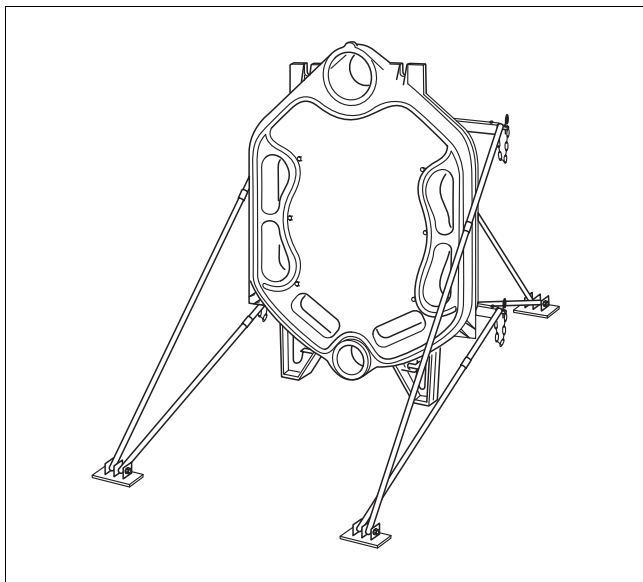

Fig. 7 *Elemento posteriore con set di montaggio montato*
- ▶ Fissare gli elementi della caldaia con lo strumento ausiliare di montaggio (accessorio) affinché non si ribaltino. Per prima cosa, avvitare l'elemento posteriore allo strumento ausiliare di montaggio (→ fig. 7).
- ▶ Sistemare l'elemento posteriore e fissarlo con lo strumento ausiliario di montaggio per evitarne il ribaltamento (→ vedi fig. 7 e istruzioni dello strumento ausiliario di montaggio).